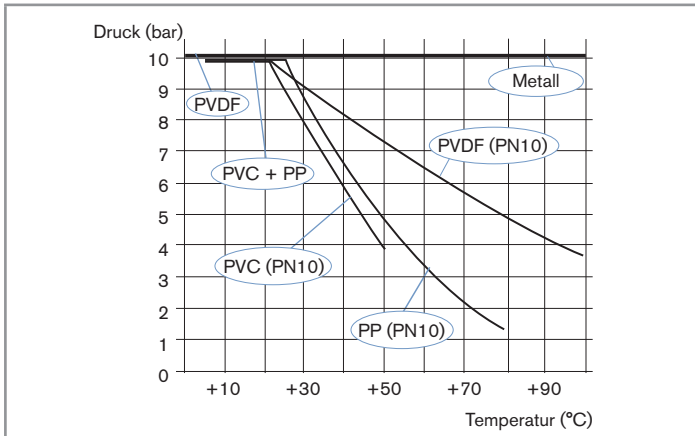

Bild 2: Abhängigkeit zwischen Flüssigkeits-Druck und Flüssigkeits-Temperatur für einen 8220 mit einem Fitting S020, je nach Werkstoff des verwendeten Fittings
Druck der Flüssigkeit	PN 10  Der maximale Flüssigkeitsdruck kann durch die Flüssigkeitstemperatur und den Werkstoff des verwendeten Fittings S020 eingeschränkt sein (siehe <a href="#">Bild 2</a> )
Flüssigkeitstemperatur	Die maximale Flüssigkeitstemperatur kann durch den Flüssigkeitsdruck und den Werkstoff des verwendeten Fittings S020 eingeschränkt sein (siehe <a href="#">Bild 2</a> )
- ▶ Je nach Fittingwerkstoff die entsprechende Flüssigkeitstemperatur / -Druck-Abhängigkeit berücksichtigen (siehe Bild 2, Seite 29).